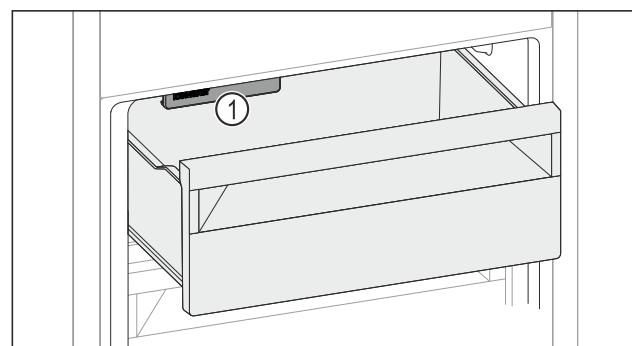

Fig. 157
- Upoštevajte IceMaker Fig. 157 (1).